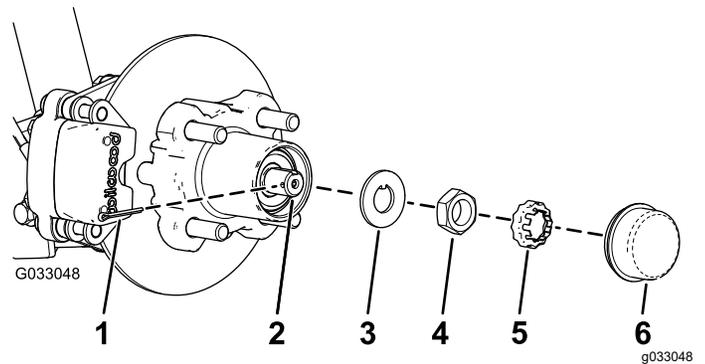
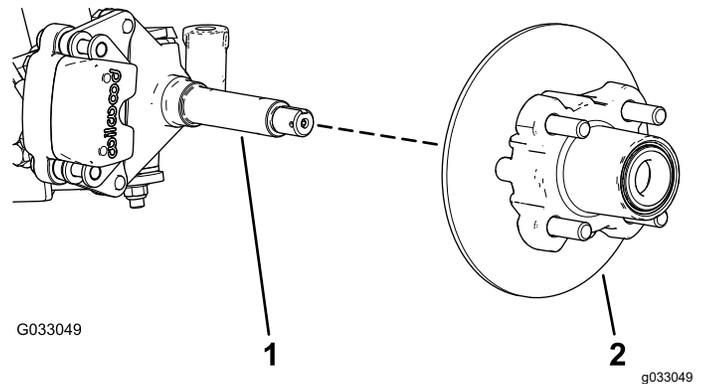

Figura 28
Figura 29
4. Rimuovete il coperchietto antipolvere dal mozzo (Figura 28).
5. Rimuovete la coppiglia e il fermadado dal mandrino e dal relativo dado (Figura 28).
6. Rimuovete il dado del mandrino dal mandrino e separate il gruppo mozzo e rotore dal mandrino (Figura 28 e Figura 29).